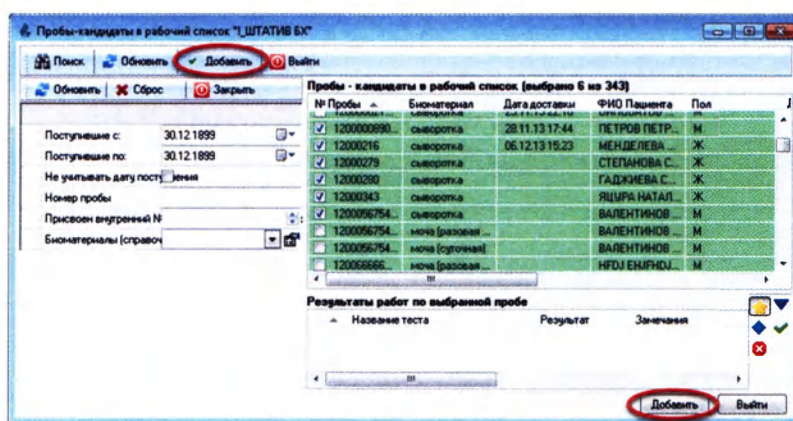

Рисунок 6.21
4. Нажмите кнопку «Добавить» (Рисунок 6.21):